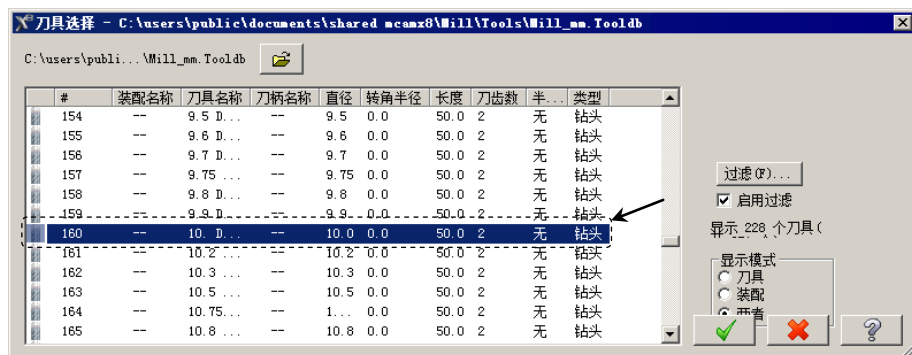

图 4.6.6 “刀具选择”对话框
Step2. 选择刀具。在“2D 刀路—钻孔/全圆铣削 深孔钻-无啄孔”对话框中单击 **选择库刀具...** 按钮，系统弹出图 4.6.6 所示的“刀具选择”对话框，在该对话框的列表框中选择图 4.6.6 所示的刀具。单击 **✓** 按钮，关闭“刀具选择”对话框，系统返回至“2D 刀路—钻孔/全圆铣削 深孔钻-无啄孔”对话框。